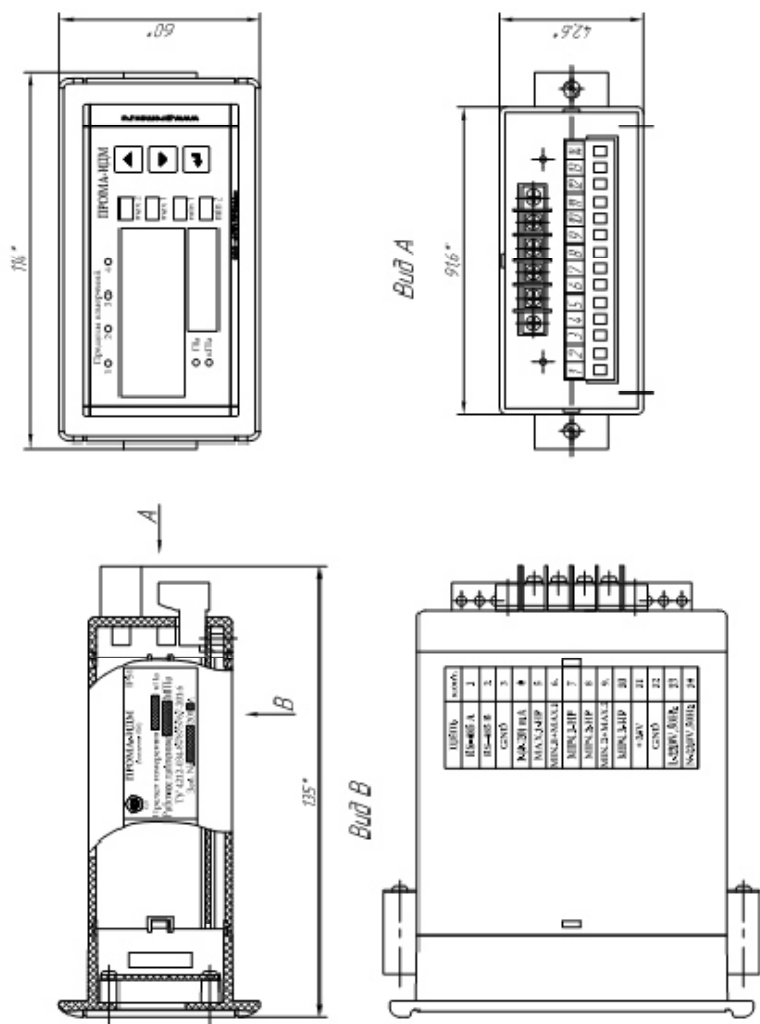

Рис. 1.3. Измеритель Пром-ИДМ(В) Щитовое исполнение. Габаритный чертёж.
- Рис. 1.3. Измеритель Прома-ИДМ(В) Щитовое исполнение. Габаритный чертеж.